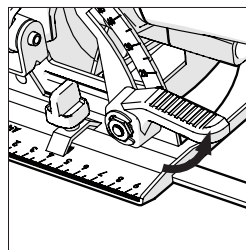

Fig. 13
- Desserrez le mécanisme de blocage du biseau situé à l'avant de la machine en soulevant le levier. (Fig. 13)